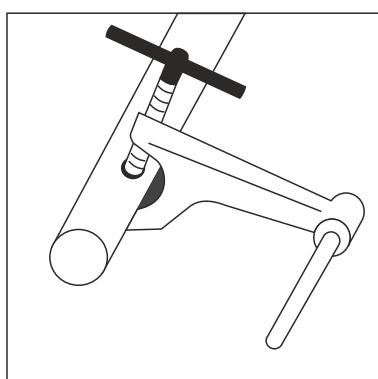

Рис. 2
**Внимание:** При обработке труб диаметром резьбы более  $\frac{3}{4}$ " следует после закрепления трубы в тисках использовать держатель (струбцину) 1, закрепив его на трубе с помощью винтового прижима, завернув перед этим направляющую штангу 2, см. рис. 2.
При этом необходимо убедиться, что верхняя часть струбцины параллельна верхней части трубы (рис.2).